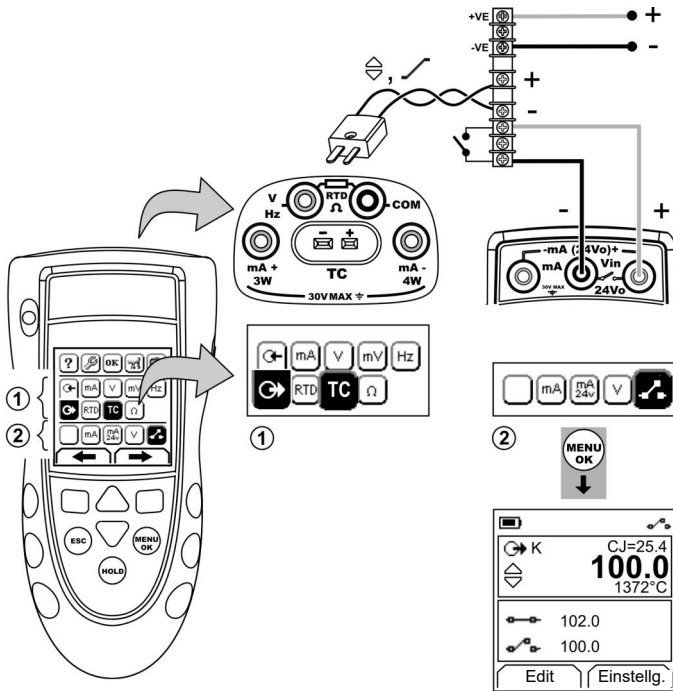

Abbildung 12: Beispielkonfiguration: Schaltertest
1. Schließen Sie das Gerät an (Abbildung 12) und ändern Sie ggf. die Option *Konfig.* (Tabelle 1).